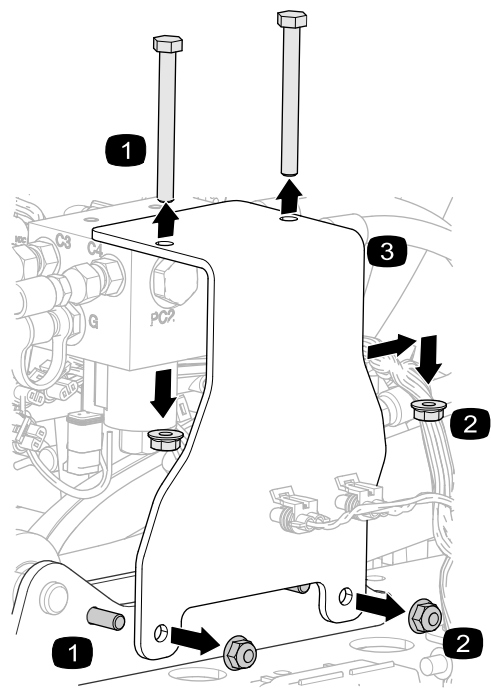

Рисунок 11
1. Отверните гайки и болты крепления монтажного кронштейна к коллектору подъемного цилиндра и монтажной пластине (Рисунок 11).